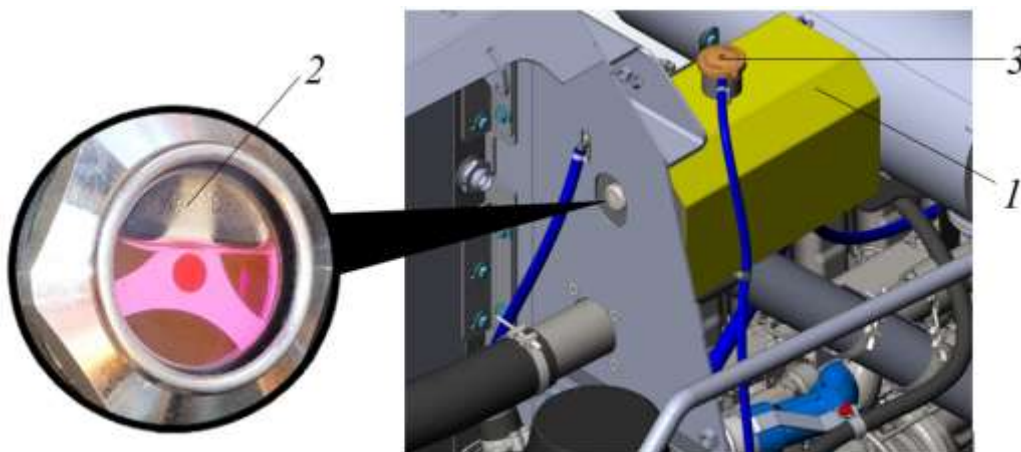

Рисунок 5.31. Расширительный бачок системы охлаждения двигателя
- ▶ Осторожно, приоткрыть крышку наливной горловины 3, рис. 5.31, повернув ее против направления часовой стрелки;